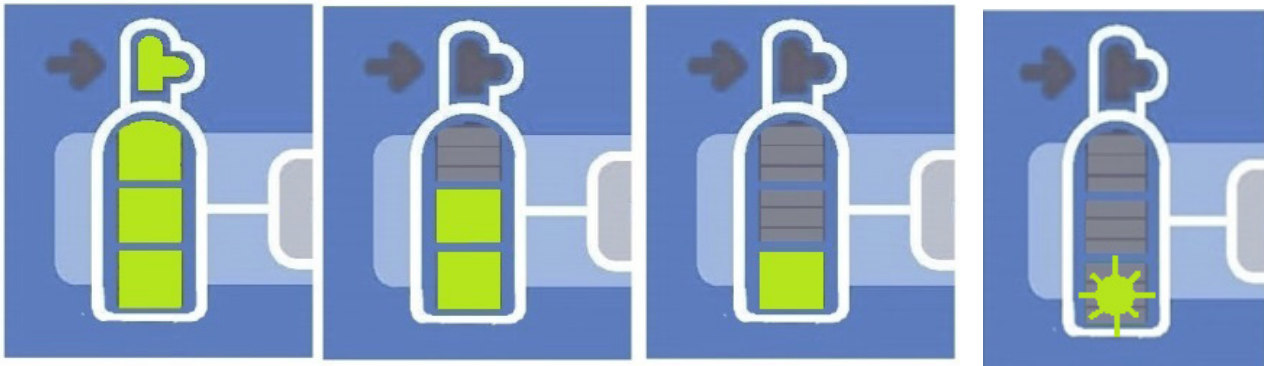

Figura 13: Indicatoarele manometrului N₂O
- Semnificațiile indicațiilor manometrului de gaz sunt prezentate la Figura 13.